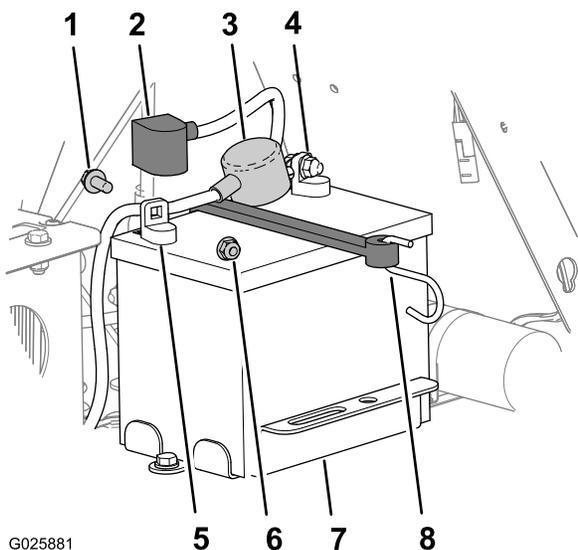

Figure 49
3. Sur la batterie, soulevez le capuchon noir du câble négatif (Figure 49).
- Débranchez le câble négatif de la borne négative (-) de la batterie et retirez le câble de la batterie (Figure 49).
- Enlevez le capuchon rouge de la borne positive de la batterie (Figure 49).
- Débranchez et retirez le câble positif (rouge) de la batterie (Figure 49).
- Détachez le crochet de la barrette du support de la batterie (Figure 49), et déposez la batterie.
- Placez la batterie sur la machine (Figure 49).
- Reliez le câble positif (rouge) à la borne positive (+) de la batterie au moyen d'un boulon à embase et d'un écrou à embase (Figure 49).
- Reliez le câble négatif et le câble de masse à la borne négative (-) de la batterie avec un boulon à embase et un écrou à embase (Figure 49).